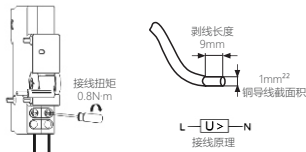

图4 接线方式
5.4 适用于铜导线连接，导线截面积选用 1mm^2 ，接线方式及剥线长度如下图4